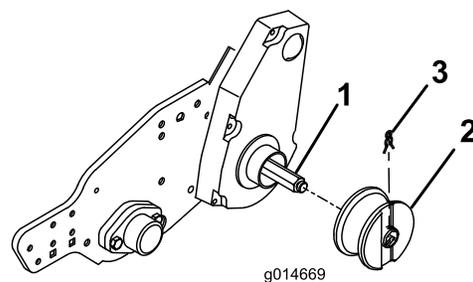

Figura 6
6. Montate una ruota della guida su ciascun albero con la canalina rivolta all'esterno e fissatela con una coppia per ruote (Figura 6).